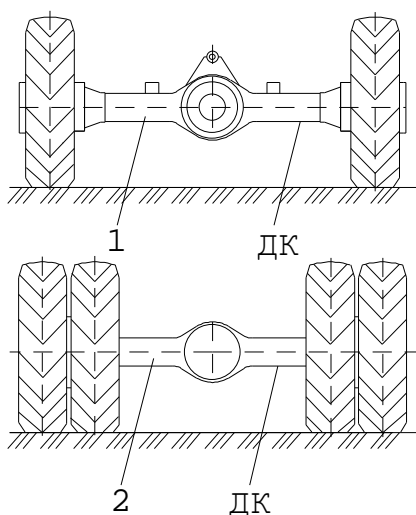

Рис. 7. Места для установки домкратов и подставок
5. Установите под ходовую раму экскаватора подставки (рис.7) так, чтобы колеса не касались земли; опустите рабочее оборудование на землю, не допуская возможности самопроизвольного сдвига его в период хранения под действием собственного веса; старайтесь максимально втянуть штоки внутрь гидроцилиндров, чтобы уменьшить коррозию штоков.